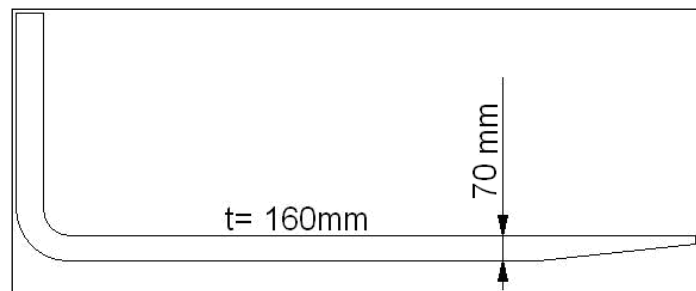

Abbildung 3: Gabelstaplerzinken (Seitenansicht)
8.2.1. Um ein Transport des Werkzeugs mit einem Gabelstapler zu ermöglichen sind Freimachungen für Gabelstaplerzinken in das Werkzeugunterteil anzubringen oder Trageelemente von Fa. Steinel Normalien AG zu verwenden (siehe Abbildung 3: Gabelstaplerzinken (Seitenansicht)).